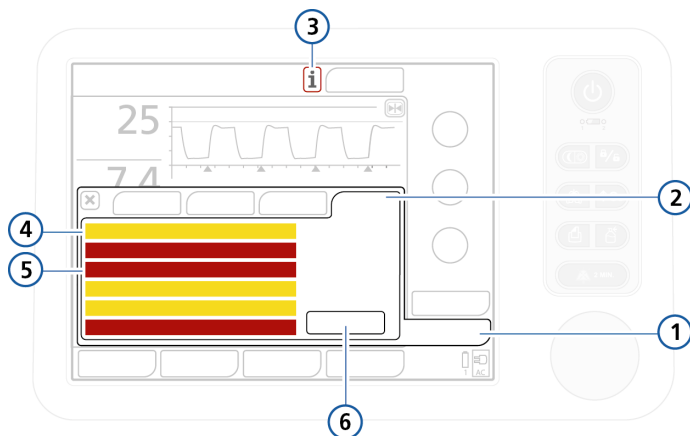

图 8-5. 显示未激活报警的报警缓冲
- 如果没有激活任何报警，则报警缓冲将显示未激活的最新报警（图 8-5）。未激活的报警显示在直角框中。
- 触摸未激活的报警指示器（i 图标）（图 8-5）
可以通过触摸重置按钮清除所有未激活的报警信息（图 8-5）。关闭缓冲区不会清除其内容。